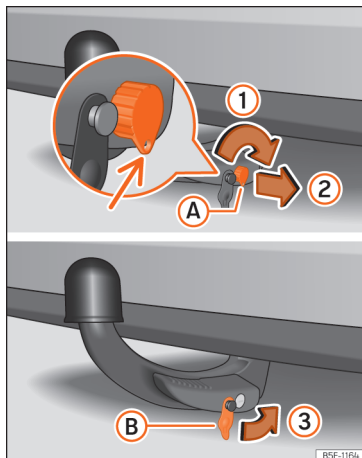

Abb. 175 Anhängerkupplung anbringen Schritt 2
- Drehen Sie den Schlüssel nur eine halbe Umdrehung nach rechts, bis sich das Loch des Schlüssels unten befindet »» Abb. 175 (1).
- Ziehen Sie den Zündschlüssel ab (2).
- Setzen Sie die Abdeckung (B) auf das Schloss (3) »» Abb. 175 »» Ⓛ.